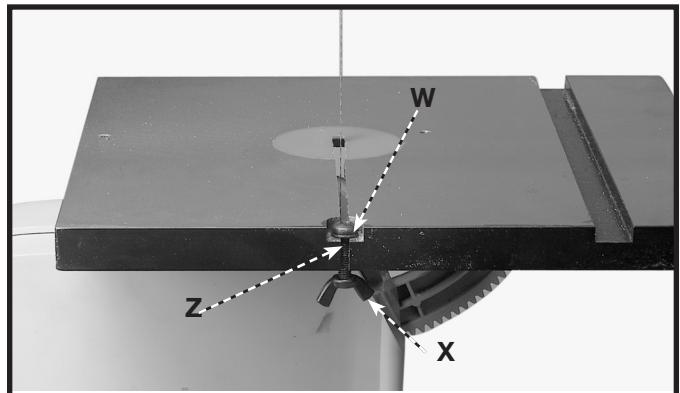

Fig. 17
- Quite el tornillo de guarda, la arandela y la palomilla de la ranura de mesa (ve Fig. 17 detalle). Tenga cuidado para no perder estas partes.
- Vuelva a montar el del tornillo (W) Fig. 17 que fue quitado en el **PASO 2**, hacia abajo por hoyo en la mesa. Coloque el M6 arandela (Z) plana en el M6 X 30 Mm tornillo, entonces enhebra la palomilla M6 (X) en el tornillo (W) y aprieta seguramente.